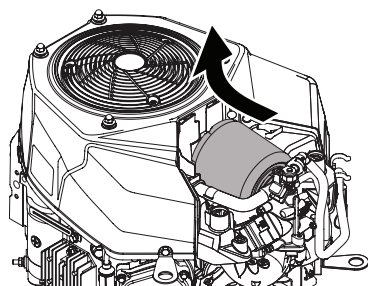

Figure 10
3. Tirer vers l'avant puis vers le haut pour enlever le filtre à air (Figure 10).